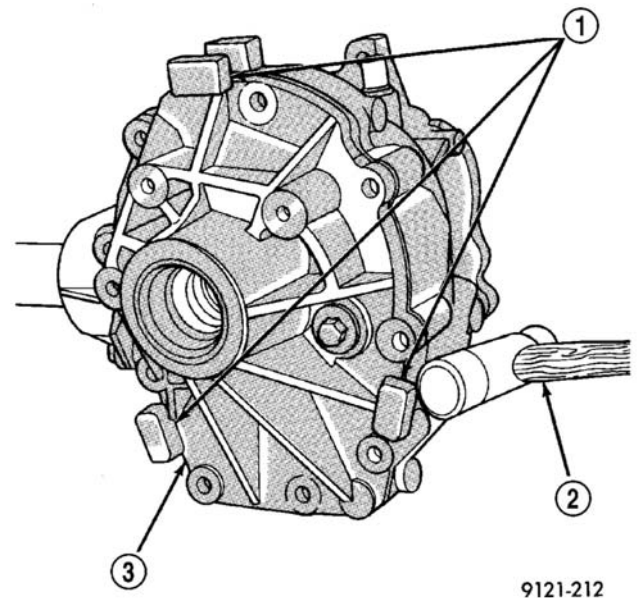

图 43 拆下端盖
- (2) 用锤子轻轻地敲打端盖凸耳以使端盖与壳体分离（图 43）。